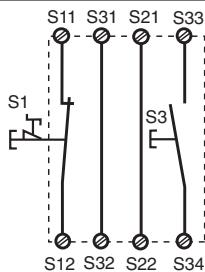

Fig. 3: Eingangskreis einkanalig, überwachter Start/Single-channel input circuit, monitored reset/Commande par 1 canal, surveillance du poussoir de validation
- Fig. 3, 4 und 5, 6:
- Fig 3, 4 and 5, 6: S13-S14 **not** connected
- Fig. 3, 4 et 5, 6: